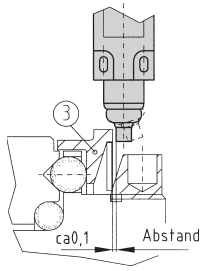

Bild 13
Der Schaltweg des Stahlschaltrings (3) aktiviert den mechanischen Endschalter oder Näherungsinitiator. Sie müssen auf einer stabilen Halterung montiert werden. Abstandsmaß nach Bild 13+14 unbedingt einhalten. Nur so ist eine einwandfreie Abschaltung gewährleistet. Kommen andere Schaltelemente in Frage, müssen die für das jeweilige Produkt vorgegebenen Abstandsmaße eingehalten werden. Ohne vorherige Zustimmung von R+W Antriebs-elemente dürfen die Sicherheitskupplungen der Serie SK und ES nicht ohne Endschalter eingesetzt werden.